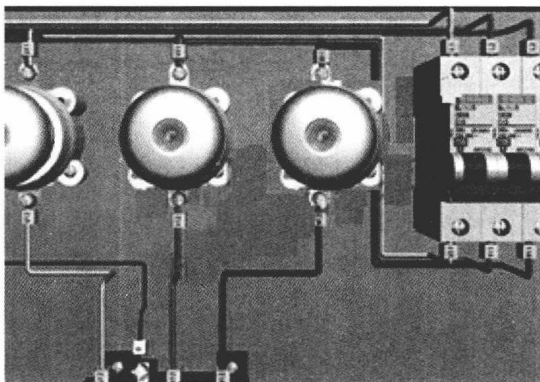

图 1-4 螺旋保险安装效果图
(1) 安装前，应检查熔断器的额定电压是否大于或等于线路的额定电压；熔断器的额定分断能力是否大于电路和设备的工作电流。
(2) 熔断器一般应垂直安装，应保证熔体与触刀、触刀与刀座的接触良好。
(3) 安装必须可靠，以免有一相接触不良，出现断路故障。
(4) 安装带有熔断指示器的熔断器时，指示器应安装在便于观察的位置。
(5) 螺旋式熔断器的熔断管接在两个接线端子之间，电源进线接到瓷底座上的下接线端，用电设备的连接线（出线）接到连接金属螺纹壳的上接线端，如图 1-4 所示。